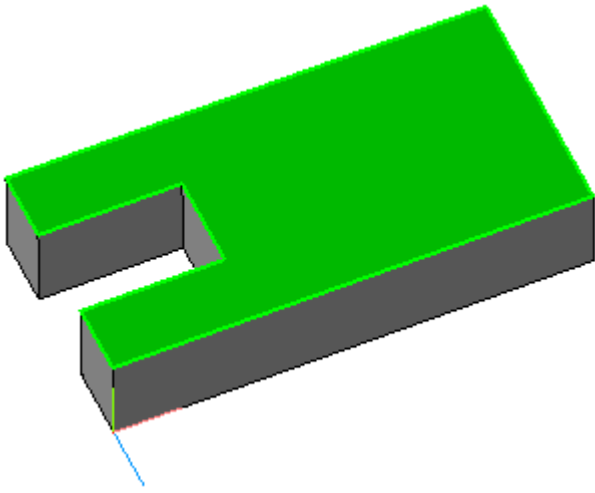

Рис. 12
- щелчком ЛКМ укажите верхнюю грань (зеленая) для последующих построений (рис. 12);